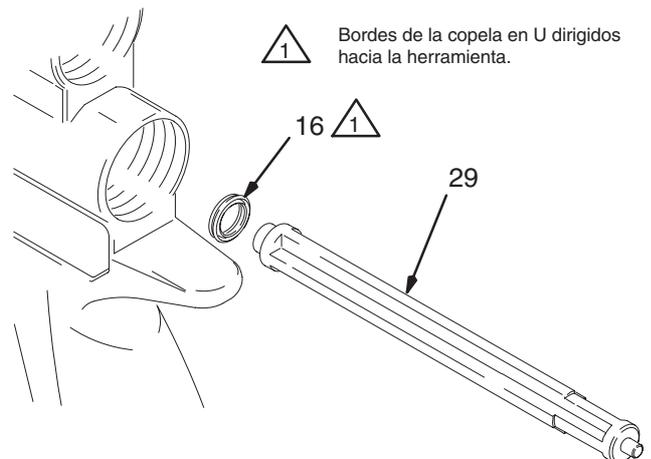
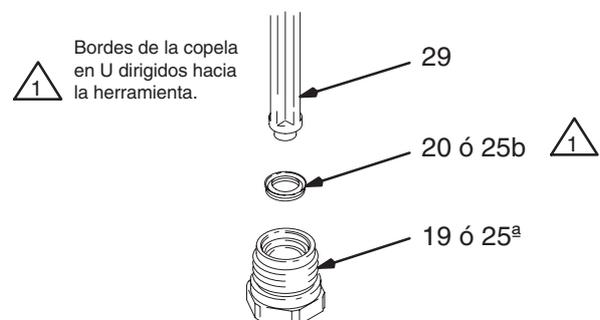

Fig. 30
Fig. 31
12. Introduzca la aguja de fluido (13) en la parte posterior del separador (4) para instalar las empaquetaduras de fluido (5).
13. Apriete el tornillo prensaestopas (8) justo lo suficiente para que sujete las empaquetaduras (5) en el espaciador (4). La aguja (13) debe moverse libremente. Saque la aguja.
14. Desenrosque el conjunto de la válvula de ajuste del chorro (25).
17. Instale, una a una, las juntas de la copela en U (25b) con ayuda de la herramienta de instalación de juntas (29); los bordes de la copela en U deben estar dirigidos hacia la herramienta, tal como se indica en la Fig. 31.
22. Coloque la nueva copela en U (16) en la herramienta de instalación de juntas (29), con los bordes de la copela en U dirigidos hacia la herramienta, tal como se indica en la Fig. 30.
23. Empuje la empaquetadura (16) por la parte posterior de la pistola hasta que note que encaja perfectamente.
24. Saque la junta de la copela en U (20) de la tuerca de la válvula de fluido (19). Tenga cuidado de no dañar la superficie de sellado o la rosca interna de la tuerca.
25. Instale la nueva junta de la copela en U (20) con ayuda de la herramienta de instalación de juntas (29); los bordes de la copela en U deben estar dirigidos hacia la herramienta, tal como se indica en la Fig. 31. De esta forma se aplicará una presión uniforme en los bordes de la copela en U y no sufrirán daños.
26. Empuje el sello de la copela en U (20) en la tuerca de la válvula de fluido (19) hasta que note que encaja perfectamente.